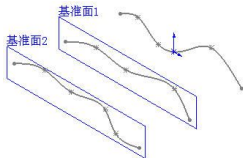

图 7-109 绘制草图
(6) 选择基准面 2 为草图绘制平面, 绘制一条样条曲线, 如图 7-109 所示。